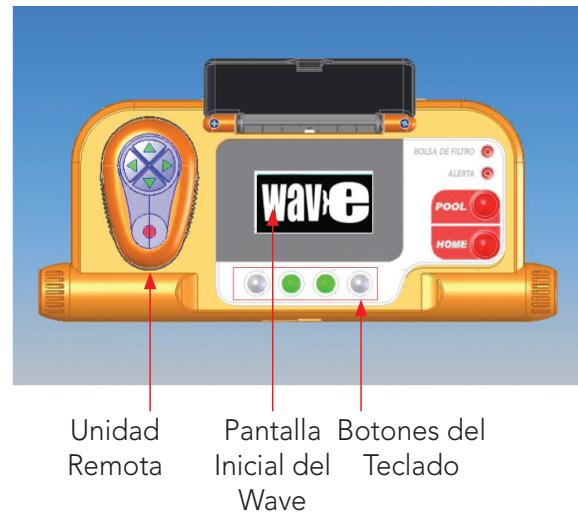

Figura 2: La consola de la MMI del robot Dolphin Wave
- En este manual de usuario, la instrucción de oprimir "Iniciar" es ejecutada oprimiendo simultáneamente ambos botones verdes -  - en el panel de control de la MMI (Figura 2).